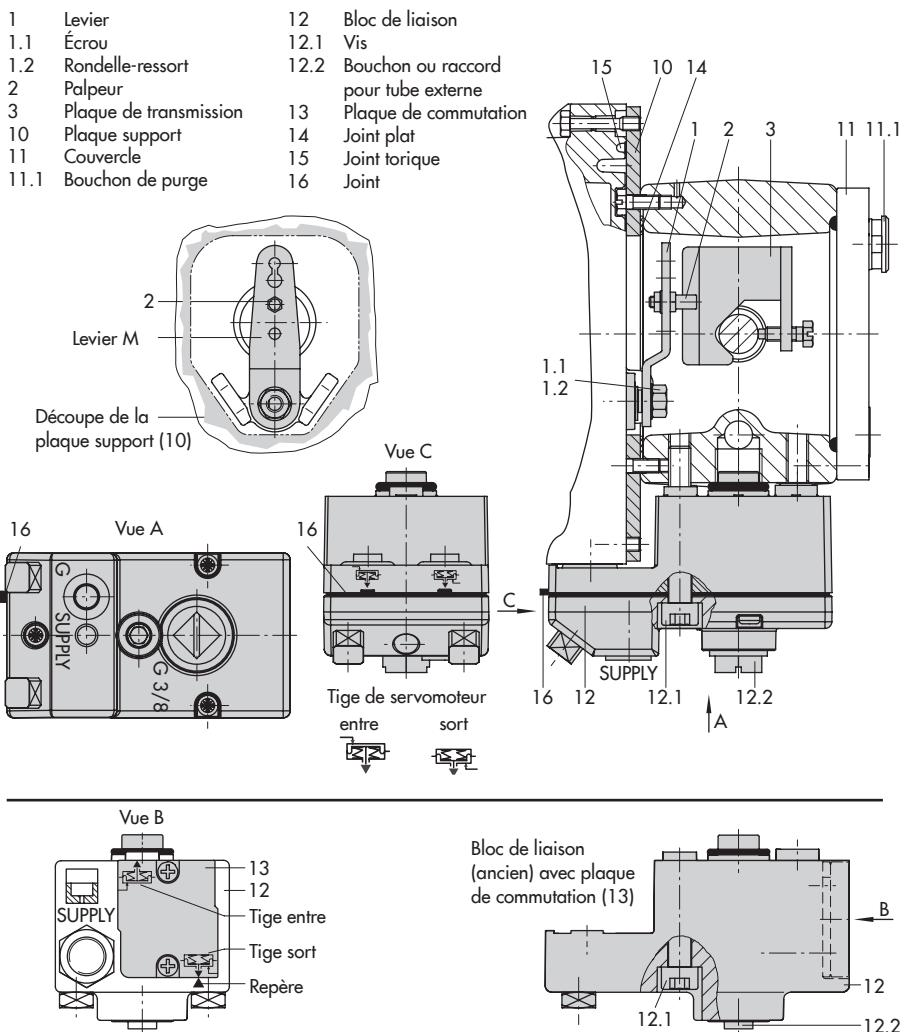

Fig. 7 : Montage direct – Raccord de pression de commande pour servomoteur type 3277 de 175 à 750 cm²
6. Pour le nouveau bloc de liaison, la languette du joint (16) du bloc de liaison doit être positionnée conformément à l'exécution du servomoteur : soit « Tige sort par manque d'air », soit « Tige entre par manque d'air ». Si ce n'est pas le cas, desserrer les trois vis de fixation, retirer le couvercle, puis tourner le joint (16) à 180° avant de le remettre en place. Avec l'ancien bloc de liaison (Fig. 7, en bas), la plaque de commutation (13) doit être positionnée en face du repère correspondant à l'exécution du servomoteur.
7. Placer le bloc de liaison (12) avec ses joints d'étanchéité sur le positionneur et l'arcade, puis le fixer à l'aide de la vis (12.1). Pour les servomoteurs « Tige entre par manque d'air », retirer le bouchon (12.2) pour monter la conduite d'impulsion externe.
Servomoteurs de 175 à 750 cm² (cf. Fig. 7)
1. Placer la plaque de transmission (3) sur la tige de servomoteur en vérifiant que la vis de fixation est positionnée correctement dans la rainure de la tige de servomoteur.
2. Fixer la plaque support (10) sur le servomoteur de sorte que la partie étroite de la découpe (Fig. 7, à gauche) soit orientée vers les raccordements pneumatiques du positionneur et que le joint plat (14) collé se trouve du côté de l'arcade.
3. Avec des servomoteurs de 355, 700 et 750 cm², retirer le palpeur (2) du levier M (1) installé en position **35** à l'arrière du positionneur et le replacer dans le perçage en position **50**, puis visser.